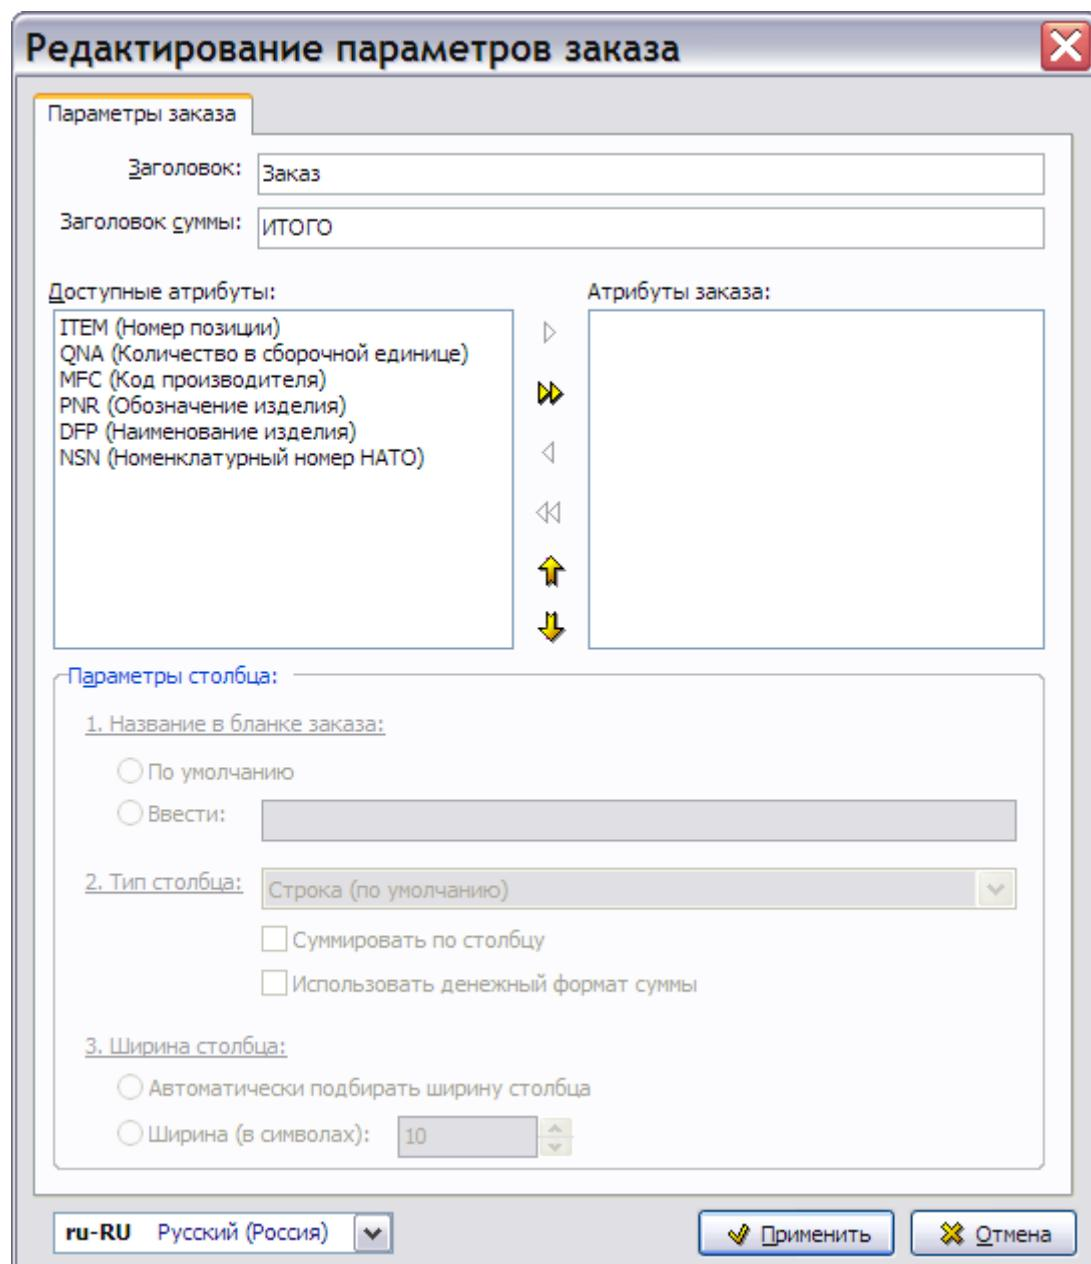

Рис. 3.37
- На панели инструментов верхнего левого окна нажмите на кнопку Параметры заказа. После этого появится диалоговое окно Редактирование параметров заказа (Рис. 3.37).
- Для указания языка выберите название языка в выпадающем списке поля, расположенного в левом нижнем углу окна Редактирование параметров заказа (Рис. 3.37).